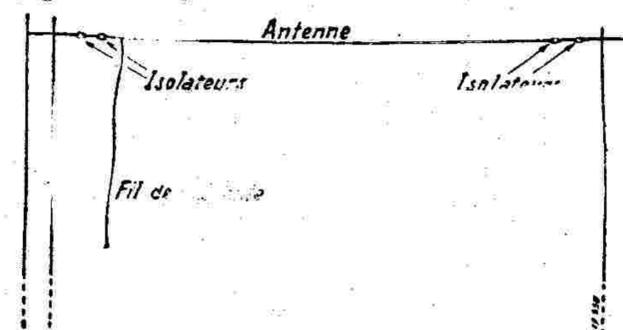
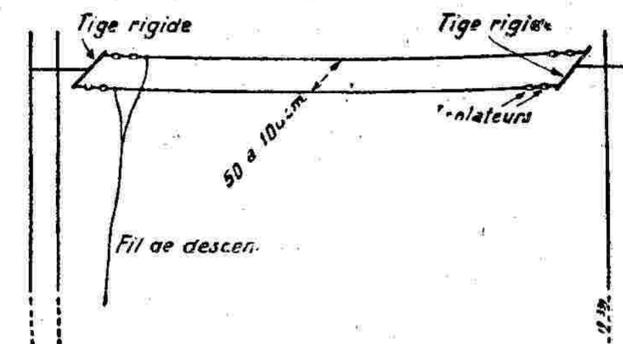

Fig. 25
Fig. 26
a) *Antenne unifilaire ou bifilaire.* Longueur de 5 à 60 mètres. Elle sera placée sur le toit ou entre deux mâts. A défaut d'autres moyens on pourra utiliser comme points d'attache les arbres très hauts. Une bonne antenne sera aussi celle tendue entre deux maisons (fig. 25 et fig. 26).